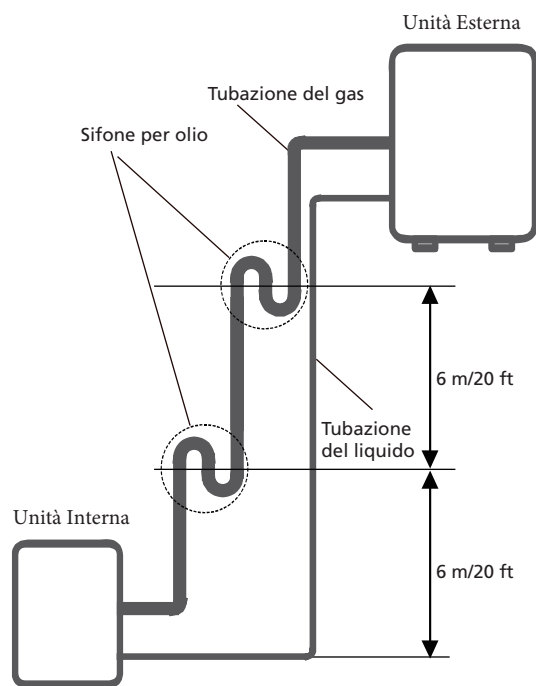

Fig. 7.3
- Si consiglia di non aumentare la capacità delle colonne montanti per l'aspirazione verticale. Il corretto ritorno dell'olio al compressore deve essere mantenuto dalla velocità di aspirazione del gas. Se le velocità scendono al di sotto di 7,62 m/s (1500 fpm (piedi al minuto)), il ritorno dell'olio subirà una riduzione. Il sifone per olio deve essere installato ogni 6 m (20 ft) nella colonna montante della linea di aspirazione verticale. (Ved. Fig. 7.3)